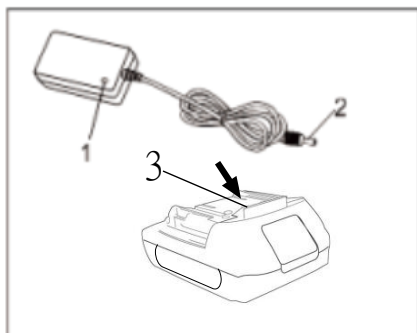

Рис.3
Включите зарядное устройство в сеть. Зеленый индикатор (2) загорится. (Рис.3)